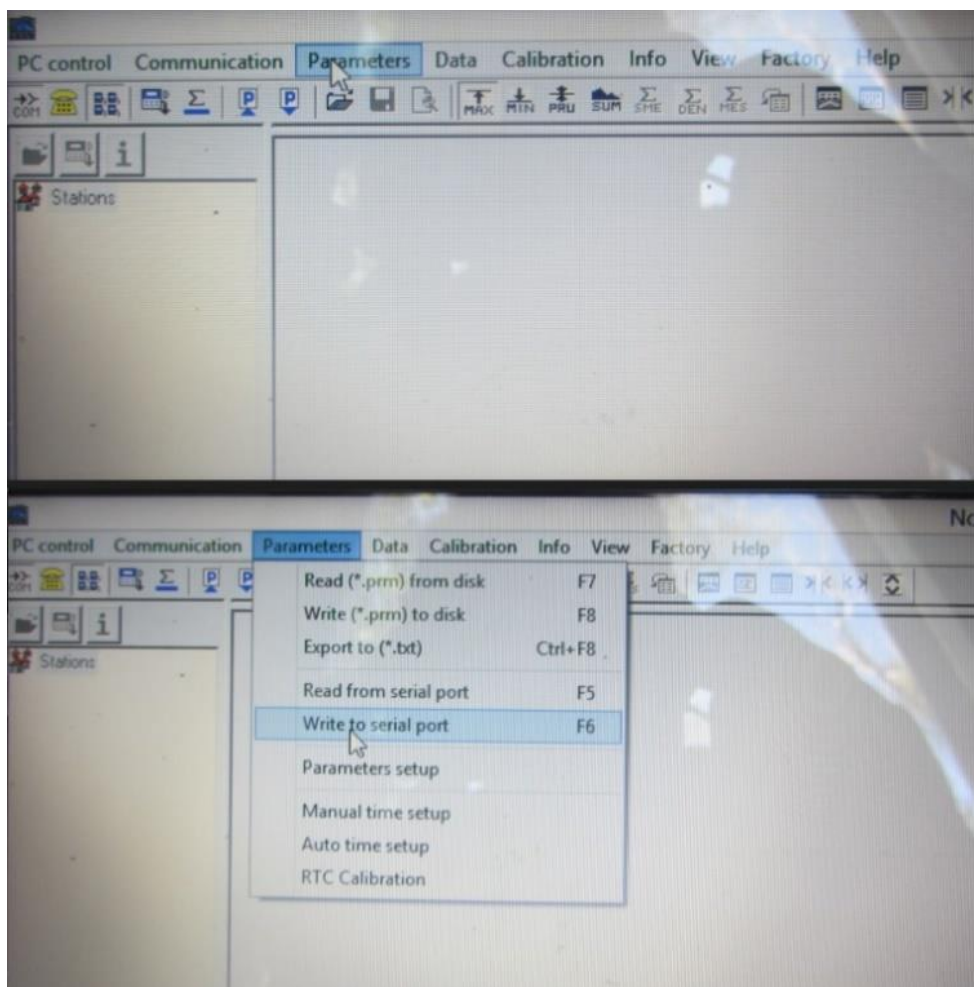

Fig. 10
k. Din fereastra **Parameters** alegem opțiunea **Write to serial port** pentru a rula procedura de calibrare a sensorilor (fig. 10).